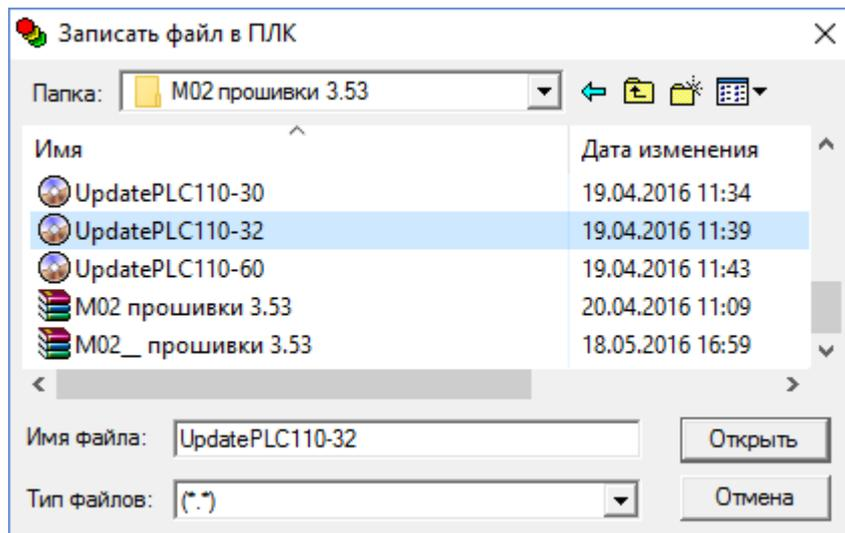

Рисунок 1. Запись файла прошивки в ПЛК.
- 6) Записать в память ПЛК файл обновленного ПО микроконтроллера: выбрать команду «Онлайн | Записать файл в ПЛК (Online | Write File to PLC)». Выбрать файл прошивки (рисунок 1).